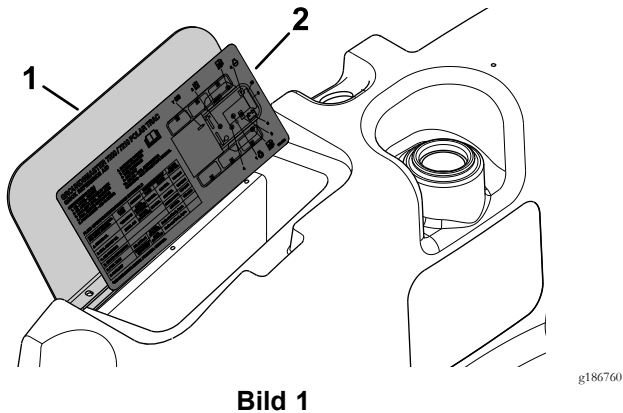

Bild 1
1. Reinigen Sie die Abdeckplatte, um sicherzustellen, dass der Aufkleber richtig angeklebt werden kann (Bild 1).
2. Entfernen Sie das Trägermaterial und bringen Sie den Aufkleber an der Abdeckplatte an (Bild 1).